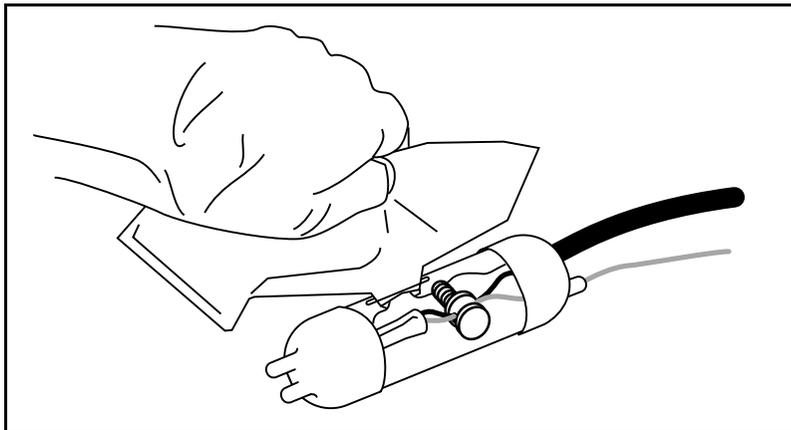

Figura 40. Vertido del compuesto de sellado en la funda
- Una vez que la mezcla esté caliente, corte inmediatamente una esquina y rellene lentamente la funda de plástico del protector contra sobretensiones. Deténgase justo antes de llenar toda la funda. No lo llene en exceso. [Figura 40].